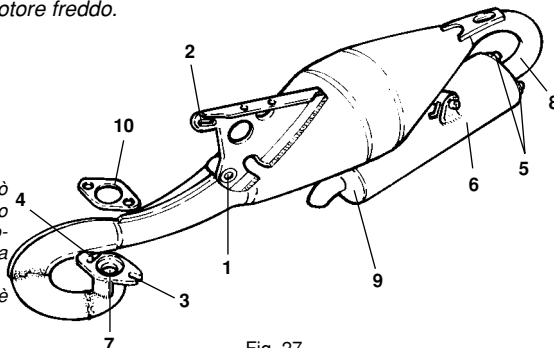

Fig. 27
- rimuovere le viti in corrispondenza ai fori (1-2-3-4) (Fig. 27);
- svitare i dadi (5) e rimuovere il silenziatore (6);
- controllare l'interno del collettore di scarico (7), del collettore (8) ed i fori della rete silenziatore (6) sfilando la parte interna (9).
**NOTA:** se la guarnizione (10) risultasse deteriorata, sostituirla con altra identica.
- remove the fixing bolts 1-2-3-4 (Fig. 27);
- remove the nuts (5) and remove the silencer;
- check inside the exhaust system (7 and 8) and the holes of the silencer baffle (6) to ensure these are not blocked.
**NOTE:** replace the gasket (10) if damaged.